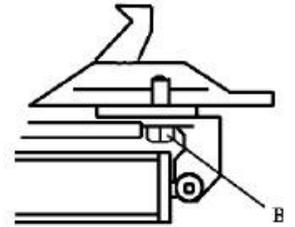

Fig 20
Nota: Após os primeiros 20 dias de uso, reapertar as garras apertando bem os parafusos (B) na Plataforma Giratória (Fig 20).